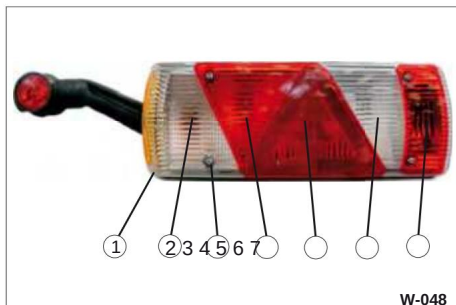

Fig. 51 Baglygtens komponenter
• Skru de 4 fastgørelsesskruer ud (fig. 51/3).
• Fjern den ydre linse (Abb. 51/1).
• Skru fastgørelsesskruerne på (fig. 51/3).